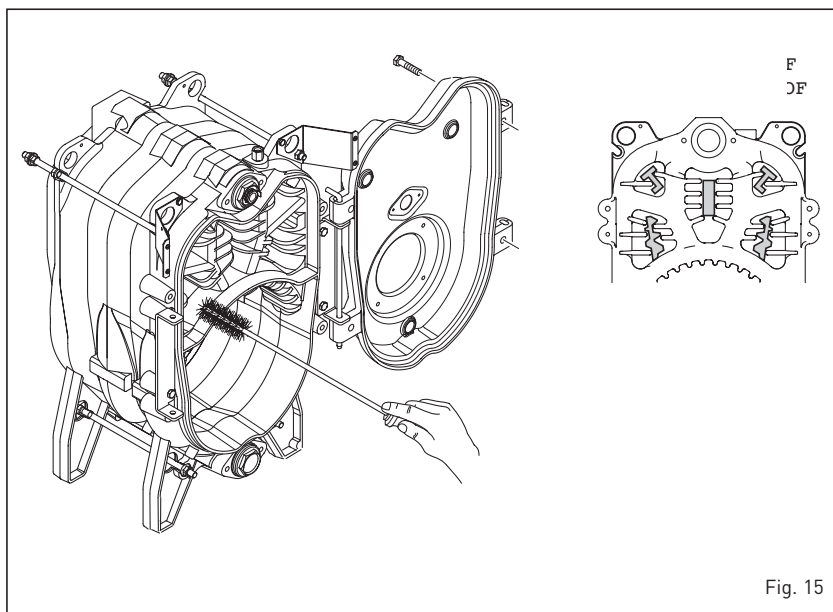

Fig. 15
4.7.1 Limpieza pasajes humo (fig. 15)
posición inicial [fig. 15].